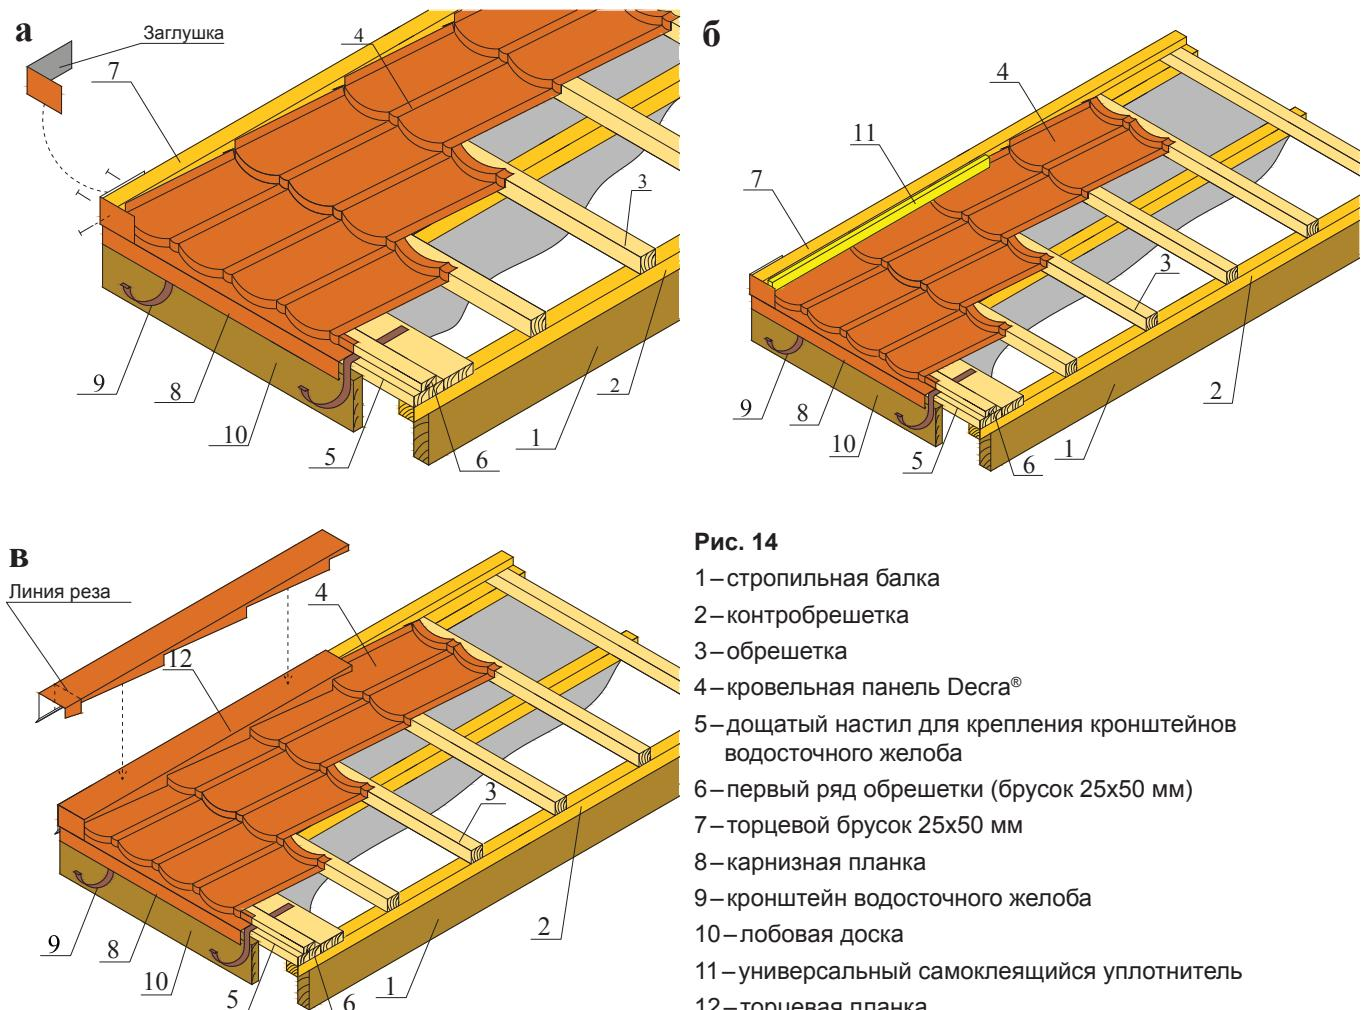

Рис. 14
4.4.1. Кровельные панели, приходящие к торцевому свесу, выкраивают с учетом напуска на торцевой бруск (сп. мп.4.1.12). Края кровельных панелей отгибают вверх на 90° на высоту 25 мм (рис. 14б). По краю отбортованных панелей устанавливают универсальный уплотнитель (см. рис. 14а, б, в).
4.4.3. Открытый торец первого торцевого бруска закрывают заглушкой, изготавливаемой по месту из плоского листа Decra® (см. рис. 14в). Заглушку крепят к торцу механически.